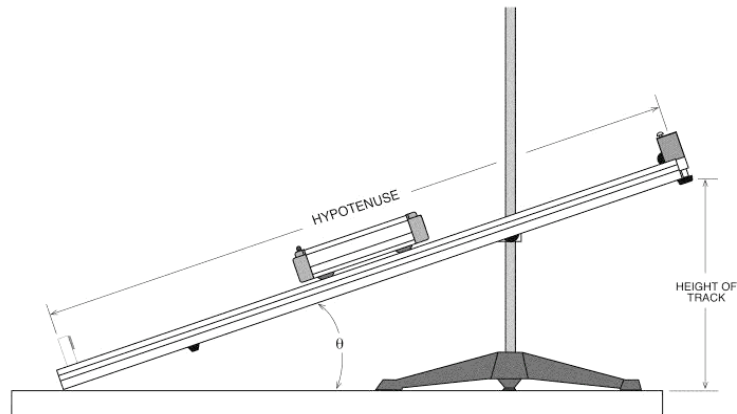

Figura 5
- Inclínalo de forma que la altura del extremo elevado sea de 10 cm. (figura 5).